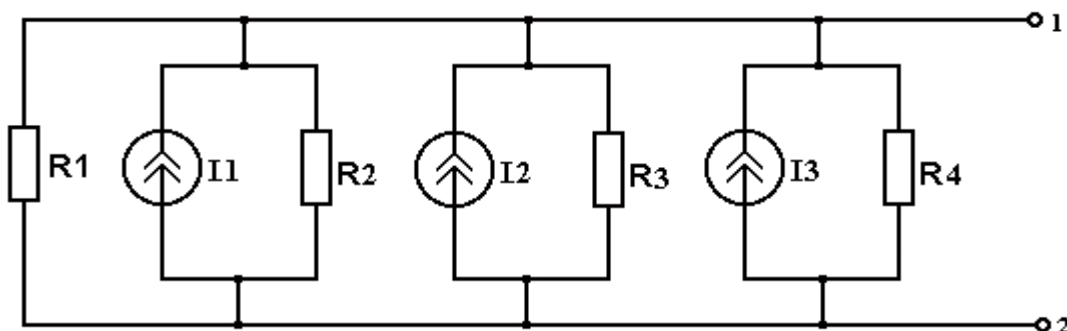

Рисунок 1.18
1. Участки цепи, содержащие источники ЭДС и резистивные элементы, заменим эквивалентно на участки цепи с источником тока (рисунок 1.18)